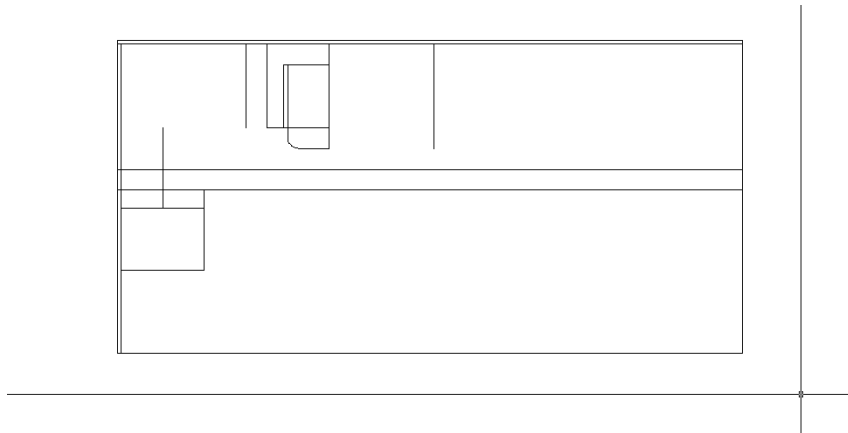

Рис. 4.25 ▼ Базовые линии для создания контуров большой тумбы и парты
1. Используя рис. 4.3, выполните смещение правой стенки тумбы системного блока вправо на 500 мм, а затем сместите внутреннюю горизонтальную линию задней стенки рабочей зоны вниз на 600 мм, а затем полученную линию вниз на 100 мм. (Как вы помните, для задания нового смещения, каждый раз нужно завершать и снова запускать команду **Подобие** (Offset) или просто **под** двойным нажатием **Enter**.) Результат должен выглядеть так, как показано на рис. 4.25.